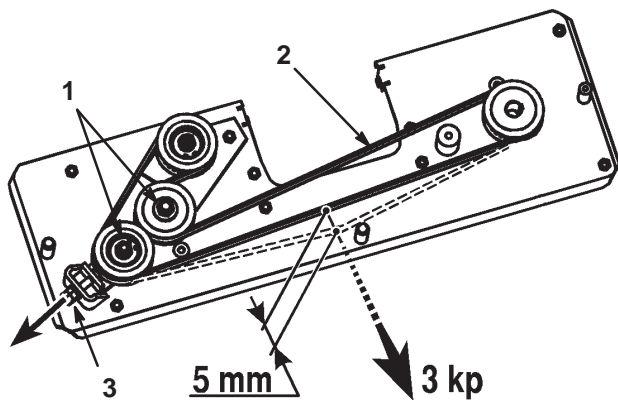

Bild 43
4. Lösen Sie die zwei Sechskantmutter auf der Antriebscheibe (Bild 43).
5. Stellen Sie die M10-Mutter so ein, dass sich der Riemen 5 mm mit einer Spannung von 3 kp bewegt (Bild 43).